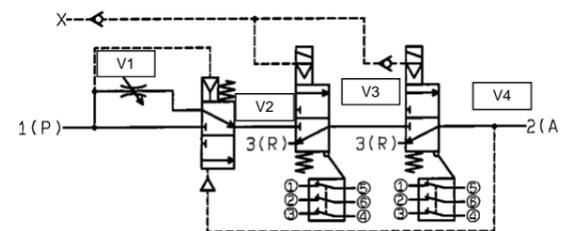
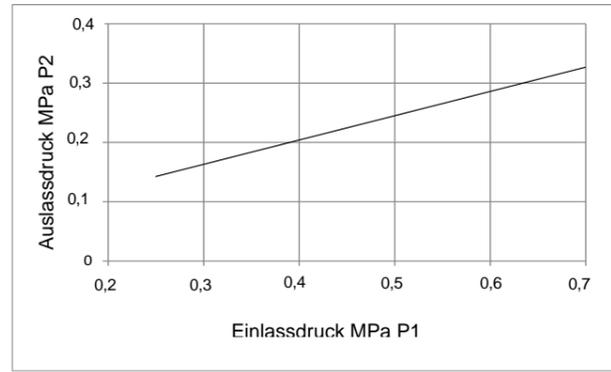

Abbildung 9 Externe Vorsteuerung (Rockwell-Schaltervariante als Referenz dargestellt)
Abbildung 10. Schaltdruck (Geschlossen → Offen) des Softstartventils V2
- Bei einer sicherheitsrelevanten Anwendung schaltet das Maschinensicherheitssystem die Sicherheitsventile (V3 und V4 in Abbildung 9) ein, wenn die Maschine sicher arbeitet. Wenn beide Ventile eingeschaltet sind, strömt über Anschluss 2 (A) Luft in das geschützte System. Der Durchfluss wird anfangs durch das Drosselventil V1 begrenzt und der Druck im geschützten System bleibt niedrig, wenn sich das System füllt oder sich die Aktuatoren langsam bewegen. Der Druck steigt, während sich das System füllt oder sich die Aktuatoren nicht mehr bewegen. Mit zunehmendem P2-Druck (siehe Abbildung 10) schaltet Ventil V2 um und Ventil V1 wird umgangen. In diesem Zustand strömt die Luft in das geschützte System entsprechend den in Abschnitt 2.3 angegebenen Zahlen.
- Wenn eines der Ventile V3 oder V4 ausgeschaltet ist, wird das geschützte System in die Atmosphäre entlüftet. Wenn der Druck im geschützten System unter P2 fällt (siehe Abbildung 10), kehrt das Ventil V2 in seinen federrückgestellten Zustand zurück, wobei V1 den Durchfluss zu V3 und V4 begrenzt.